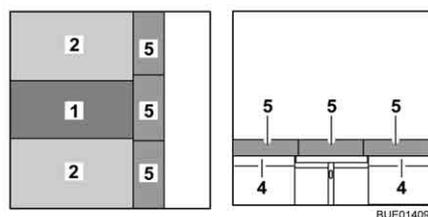

Fig. 117 Depois da transformação
- Coloque o estofado adicional de três partes (Fig. 117,5) sobre o prolongamento da caixa da cama (Fig. 117,4).